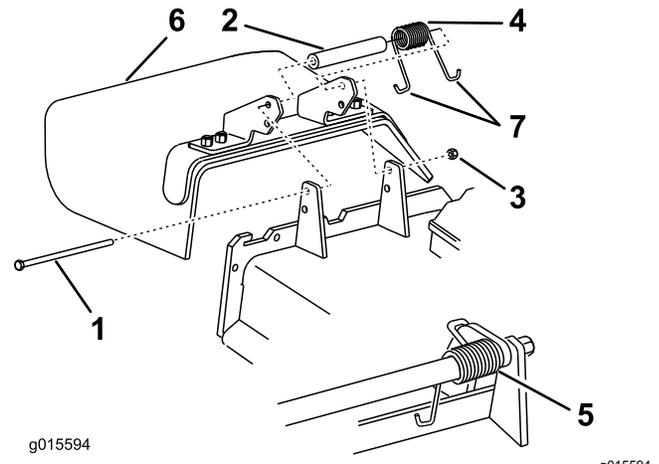

Figura 111
Nota: Asegúrese de colocar un extremo con gancho en J del muelle detrás del reborde de la carcasa antes de instalar el perno, según se muestra en Figura 111.
6. Coloque 1 extremo en J del muelle alrededor del deflector de hierba (Figura 111).
1. Retire la contratuerca, el perno, el muelle y el espaciador que sujetan el deflector a los soportes de pivote (Figura 111).
2. Retire el deflector de hierba dañado o desgastado (Figura 111).